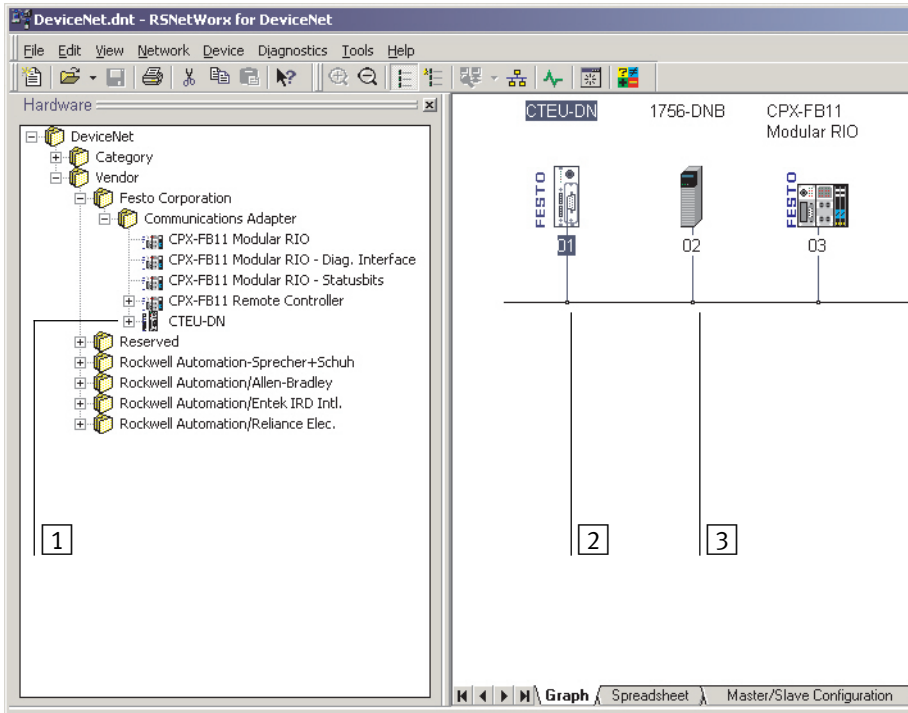

Bild 4/1: Hardware-Verzeichnis und Netzwerk-Darstellung in RSNetWorx für DeviceNet
Nach Installation der EDS-Datei finden Sie den Teilnehmer CTEU-DN im Hardware-Verzeichnis der Benutzeroberfläche (Liste „Hardware“) → 1 in Bild 4/1.
2. Ziehen Sie den Teilnehmer CTEU-DN mit der Maus in die Netzwerk-Darstellung auf der rechten Seite der Benutzeroberfläche → 2 in Bild 4/1.